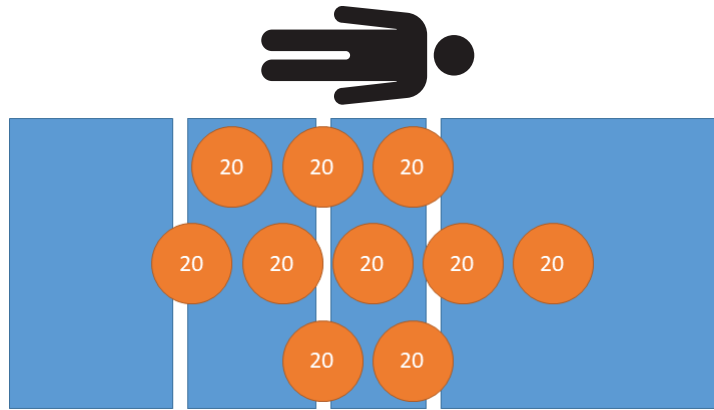

Figura 22 – Prueba de funcionamiento del peso - 200 kg
5. Con ayuda de pesos calibrados, coloque 200 kg en el producto (Figura 22).
7. Con ayuda de pesos calibrados, coloque 200 kg en el producto (Figura 22).